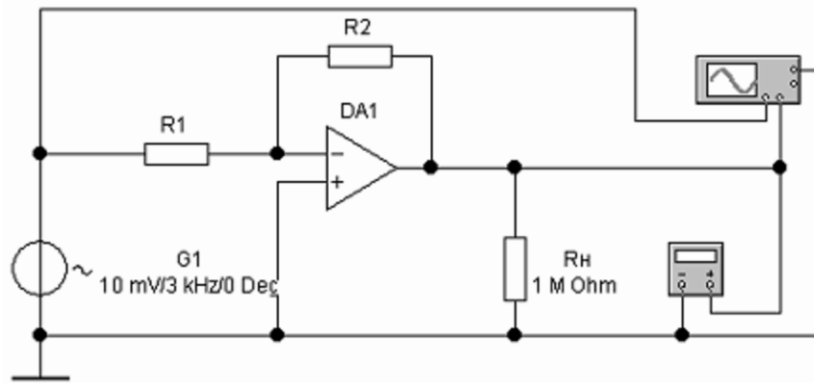

Рис. 2 – Схема для исследования инвертирующего усилителя на ОУ
1. Собрать схему инвертирующего усилителя на ОУ, изображенную на рис. 2.